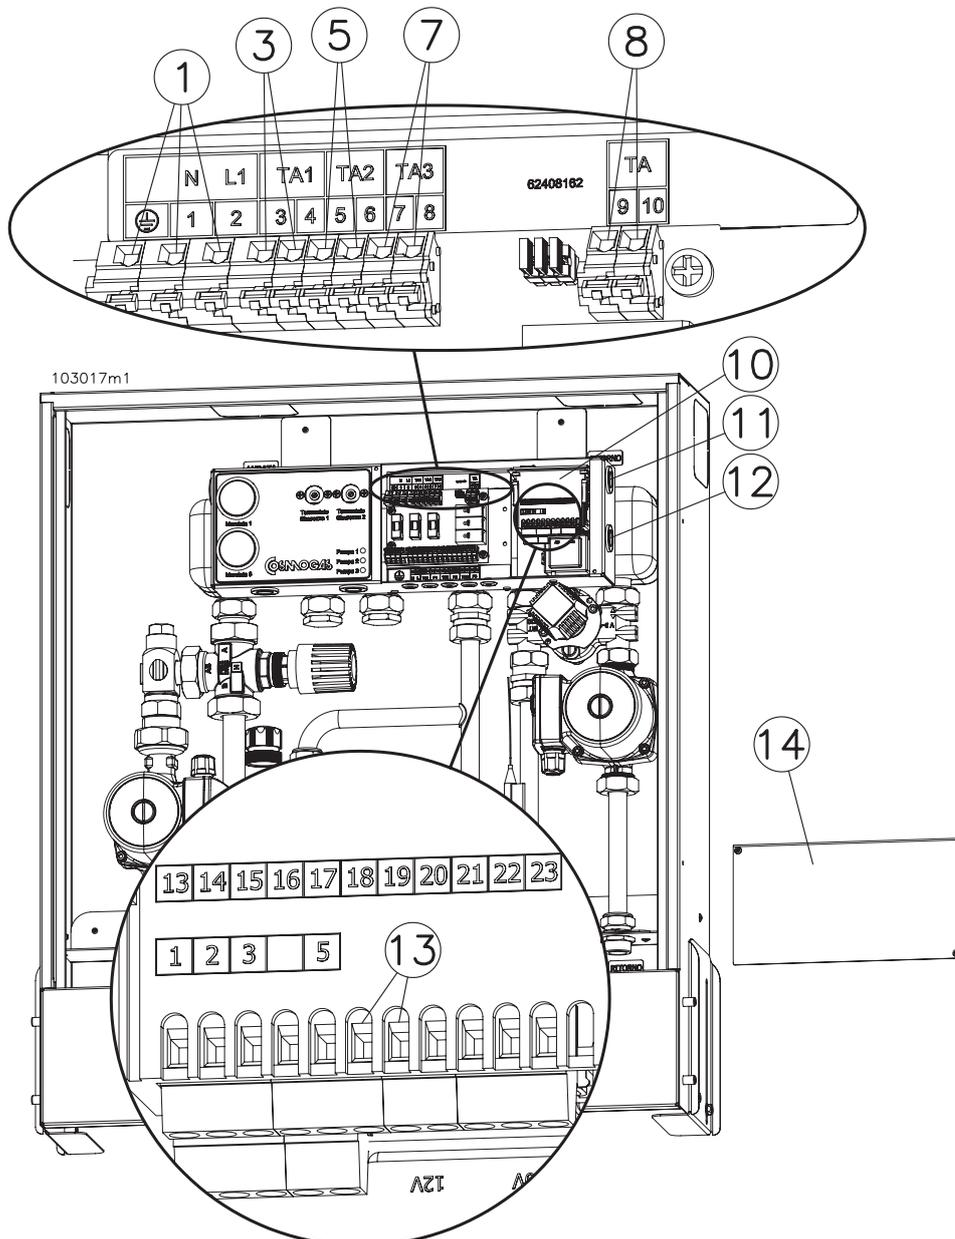

Figura 25 - Collegamenti elettrici
Per l'allacciamento del cavo di alimentazione elettrica, procedere come di seguito (fare riferimento alla figura 25):
- posare il cavo di alimentazione facendolo entrare nel box dal passacavo "11" o "12" come illustrato nella figura 25;
serbatoio di accumulo solare, procedere come di seguito (fare riferimento alla figura 25):
- posare il cavo facendolo entrare dal passacavo "11" o "12" come illustrato nella figura 25;
- collegare due capi del cavo ai morsetti particolare "13" di figura 25
Per l'allacciamento del S.I.M. alla caldaia, procedere come di seguito (fare riferimento alla figura 25):
- posare il cavo di collegamento facendolo entrare nel box dal passacavo "11" o "12" come illustrato nella figura 25;
- collegare il cavo ai morsetti "TA" particolare "8" di figura 25;
Per l'allacciamento del cavo del termostato ambiente, procedere come di seguito (fare riferimento alle figura 25):
- smontare la copertura "14" di figura 25;
- posare il/i cavo/i di collegamento facendoli entrare nel box attraverso i passacavi "11" o "12" di figura 25;
- collegare i 2 capi del/i cavo/i ai morsetti "TA1" (per il termostato che controlla il circuito 1), "TA2" (per il termostato che controlla il circuito 2) e "TA3" (per il termostato che controlla il circuito 3)(vedi figura 25).